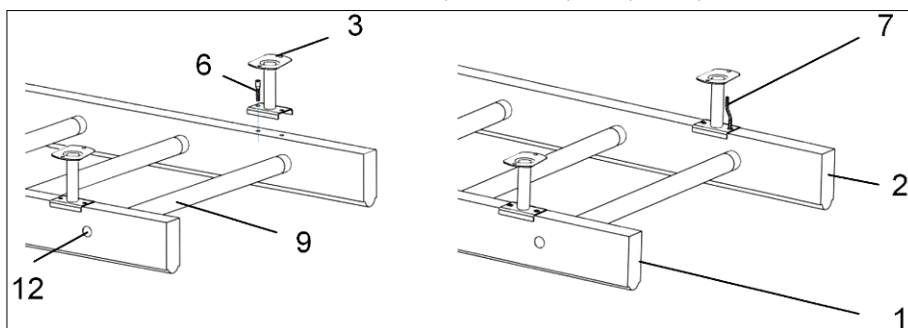

Рисунок 3
4.4. Установить пристенные крепежные кронштейны (№3) на стойки (№1, №2) и закрепить их конфирматами (№6) (рисунок 3).